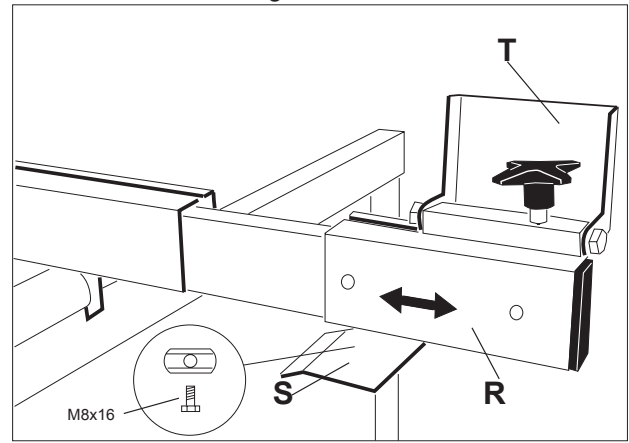

Fig. 9
- Fäst sågen till underboken med hjälp av upphängningskrokarna (fig 9).
- Ta ut ändpluggen på anhållet och skjut teleskoputdraget R in i anhållet. Sätt tillbaka ändpluggen i teleskoputdraget (fig. 9).
- Montera braketten S på teleskoputdraget (fig. 9).
- Svängskivan kan vridas båda vägar och ställas i önskad kapvinkel. Svängskivan lossas genom att skjuta låshandtaget mot vänster (fig 9). Vrid svängskivan genom att ta tag i lyft-handtaget och ställ in sågbladet i önskad kapvinkel (avläses på svängskivan). Lås svängskivan genom att skjuta låshandtaget mot höger. De mest använda vinklarna vid gering är förhandsinställda (90°, 45°, 30°, 22,5°, 15° och 0°).
- Vrid svängskivan till **90°**-markeringen så att sågbladet står parallellt med det långa anhållet. Lås svängskivan som i pkt 4.4 (fig 9, 11 och 12).